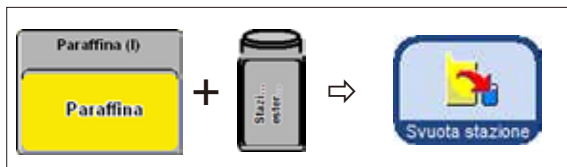

Fig. 182
- Scegliere il contenitore di paraffina da svuotare e il contenitore di raccolta per la paraffina usata (stazione esterna) (fig. 182).